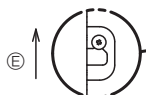

Fig. 5-3
3. Desserrez les deux vis fixant le couvercle de boîtier électrique puis glissez le couvercle et déposez-le. (Le couvercle peut être suspendu temporairement.) (Fig. 5-3)